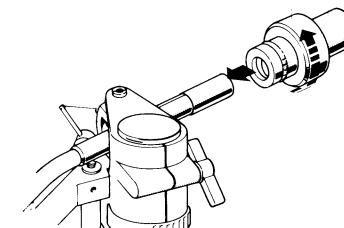

図4
③ トーンアームの組み立て
1. 付属品の中からメインウェイトを取り出し、ウェイトカラーをメインウェイトのほぼ中央に差し込んでから矢印の方向に回しながらトーンアーム尾部に押し込みます。(図4)